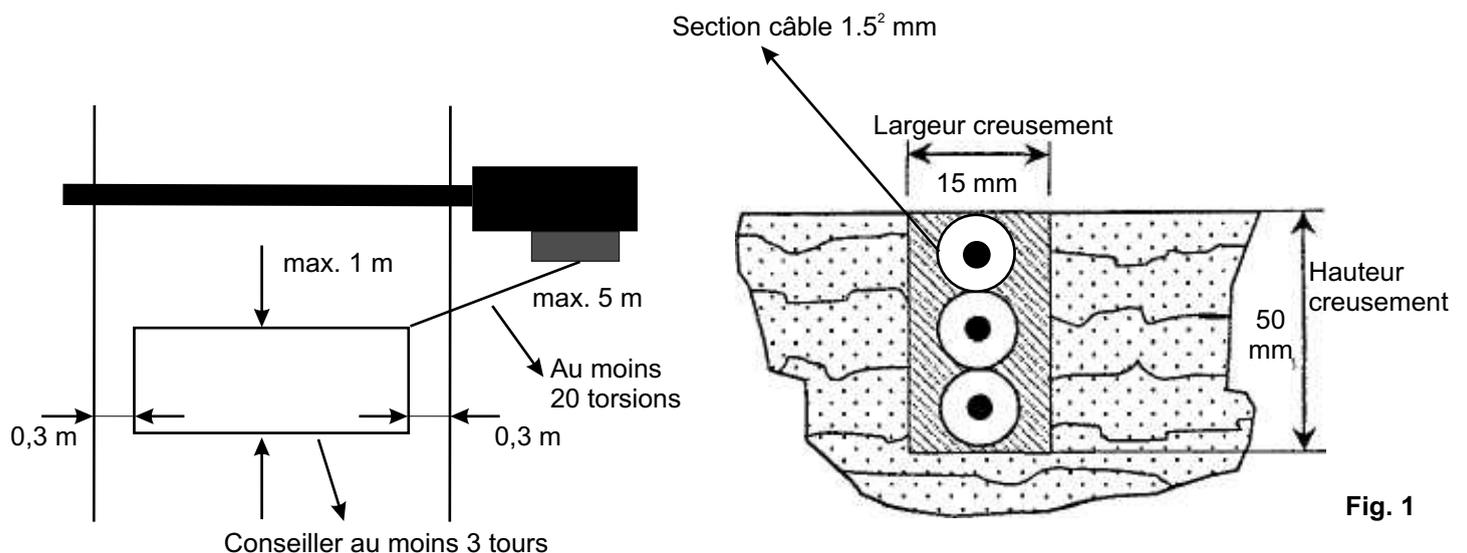

Fig. 1
5. CARATERISTIQUES DE LA SPIRE MAGNÉTIQUE (Fig. 1)